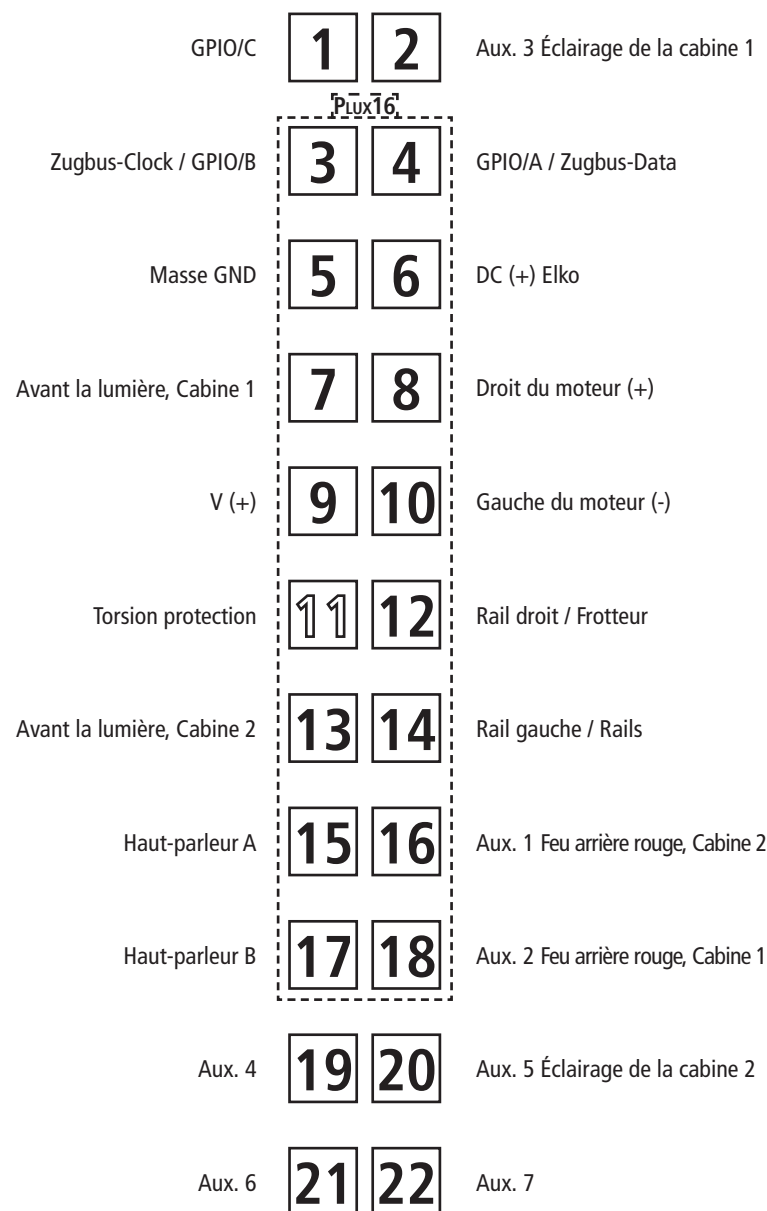
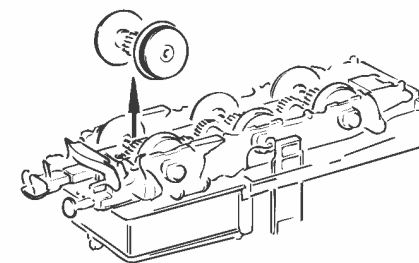
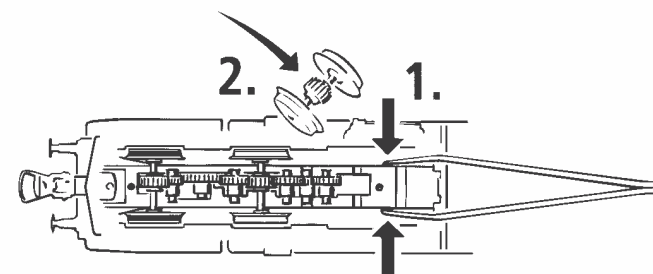
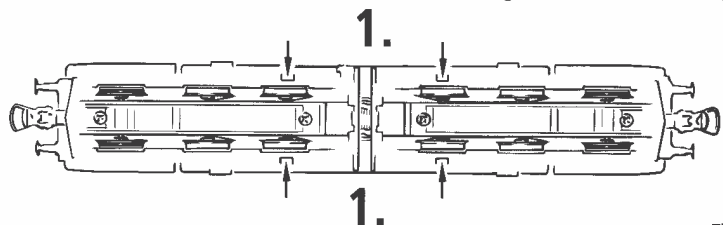

Fig. 6
Fig. 7
Fig. 11
Fig. 3c
Mehrzugbetrieb: Zuerst Lokgehäuse abnehmen (Fig. 3c). Danach den Brückenstecker aus der Schnittstelle entfernen (diesen sorgsam aufbewahren). Danach den Stecker des Steuerbausteins lagerichtig einsetzen (siehe Fig. 4).
Ausführung für Wechselstrom: siehe Fig. 11
2. Schmierung: Versehen Sie die im Schmierplan in Fig. 7 gekennzeichneten Stellen mit nur **kleinen Öltropfen**. Dazu zuerst das Lokgehäuse abnehmen (Fig. 3c). Wir empfehlen den ROCO **Öler Art.-Nr. 10906**. Fürs Schmieren der Getriebeteile (Zahnräder, Schnecke) empfehlen wir das **ROCO-Spezialfett Art.-Nr. 10905**. Im Falle der Schmierung diese Teile **nicht ölen**.
4. Kohlebürstenwechsel: Lokgehäuse abnehmen (Fig. 3c). Danach wird der Motor ausgebaut und die Kohlebürsten ausgewechselt (Fig. 6).
A.C. operation: see fig. 11
2. Lubrication: Apply **tiny oil drops** to spots marked in fig. 7. Prior to lubrication dismantle locomotive (fig. 3c). We recommend using item no. **10906, Roco oiler**. For lubrication the gearparts (e.g. cogwheels, worm) we would recommend our Roco **special grease** (item no. **10905**).
4. Carbon Brush Changing: First remove loco body (fig. 3c), and then the motor (fig. 6).
voir fig. 11
1. Nettoyage des lames de courant aux roues: Les lames de contacts risquent de s'encrasser rapidement sur des voies poussiéreuses. Veuillez **enlever la poussière** aux endroits marqués à la fig. 6 à l'aide d'un petit pinceau souple.
2. Graissage: N'appliquez **qu'une toute petite goutte** aux endroits indiqués par le plan de graissage (fig. 7) après avoir démonté la caisse de la locomotive (fig. 3c). Nous vous recommandons **le graisseur à huile Roco réf. 10906**. Pour graisser les engrenages (roues dentées, vis sans fin) nous vous conseillons la **graisse spéciale Roco réf. 10905** pour engrenages en matières synthétiques. Lorsque vous utilisez cette graisse il faut éviter d'huiler ces composants.
4. Remplacement des balais du moteur: Démontez la caisse (voir fig. 3c). Démontez ensuite le moteur et échangez le balais (fig. 11).